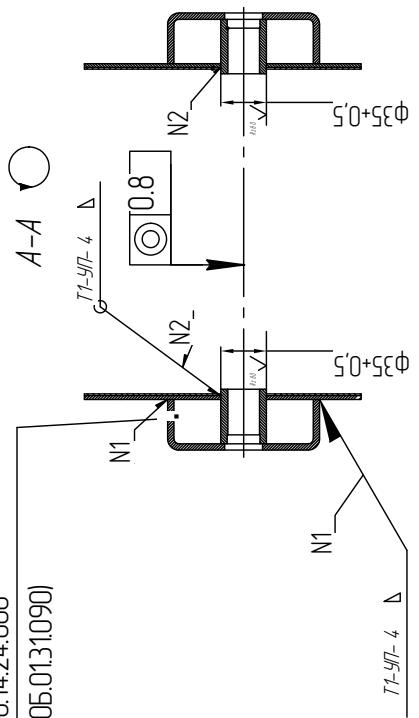

Рис.3
5. Проверить правильность установки соединительного вала относительно рамы комбайна, размер от оси опоры двуплечего рычага до оси колебательного вала должен быть $L=1006+2,0\text{мм}$ с левой и правой стороны молотилки (см.рис.3). При необходимости регулировать перемещение опоры колебательного вала.
6. Установить (см.рис.3) на панелях молотилки кронштейны ВР-10.14.24.000, для чего:
- с помощью приспособления (см.рис.5, поз.1) установить на внешней стороне панелей кронштейны, обеспечив соосность втулок (см.рис.3);
- приварить кронштейны к панелям согласно рис.3;